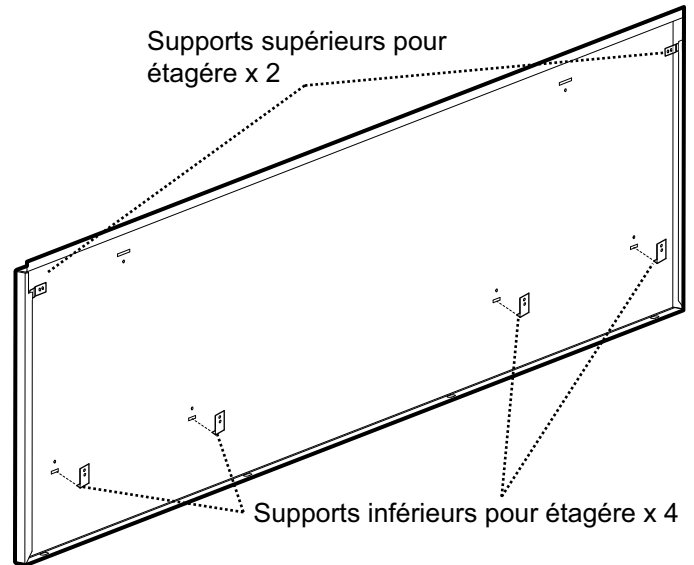

Figure 17 : Dos de la plaque murale
- Installez les deux supports supérieurs pour étagère et les trois supports inférieurs pour étagère aux endroits indiqués sur les gabarits. Fixez-les en place à l'aide des (10) vis de 1 po (25,4 mm) fournies.
- Faites glisser l'ensemble de l'étagère vers le haut jusqu'à ce que la partie inférieure s'enclenche dans les quatre supports inférieurs (Figure 17).